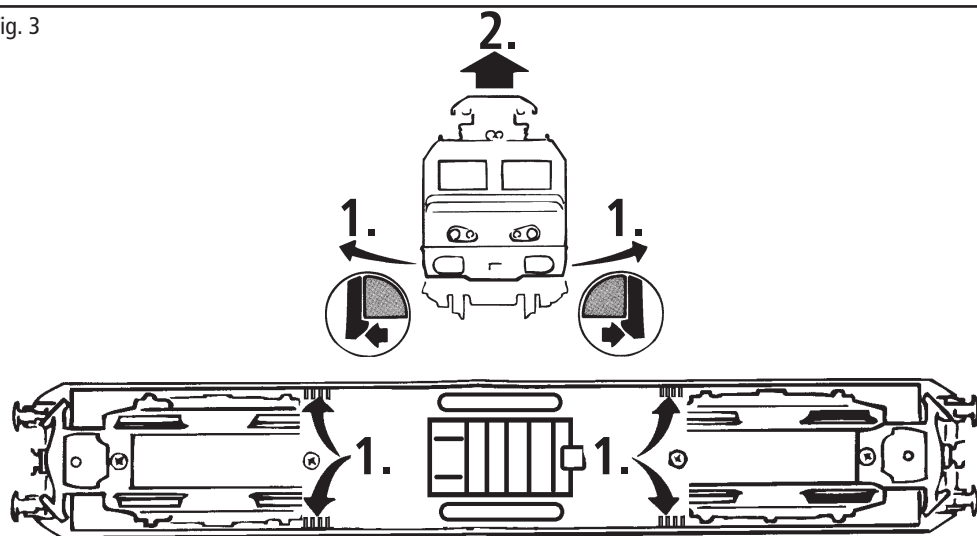

Fig. 4
3. Haftreifenwechsel: Zuerst den Getriebedeckel abnehmen (Fig. 4). Danach den **Radsatz** herausnehmen und die **Haftreifen** mit einer Nadel od. mit einem feinen Schraubendreher abziehen (Fig. 8). Beim Aufziehen der neuen Haftreifen darauf achten, dass diese sich nicht verdrehen.
3. Change of traction tyre: Remove the gear cover (fig. 4). Take out **wheel set** and remove **traction tyre** using a pin or a fine screwdriver (fig. 8). When pressing on the new traction tyre please **avoid twisting it**.
3. Échange des bandages d'adhérence: Démontez d'abord **le couvercle du carter des engrenages** des engrenages (fig. 4). Délogez ensuite les essieux bandagés et enlevez, à l'aide d'une aiguille ou d'un tourne-vis fin, les bandages d'adhérence (fig. 8). Lors du montage des nouveaux bandages veuillez veiller à ce que les bandages **ne soient pas tordues**.